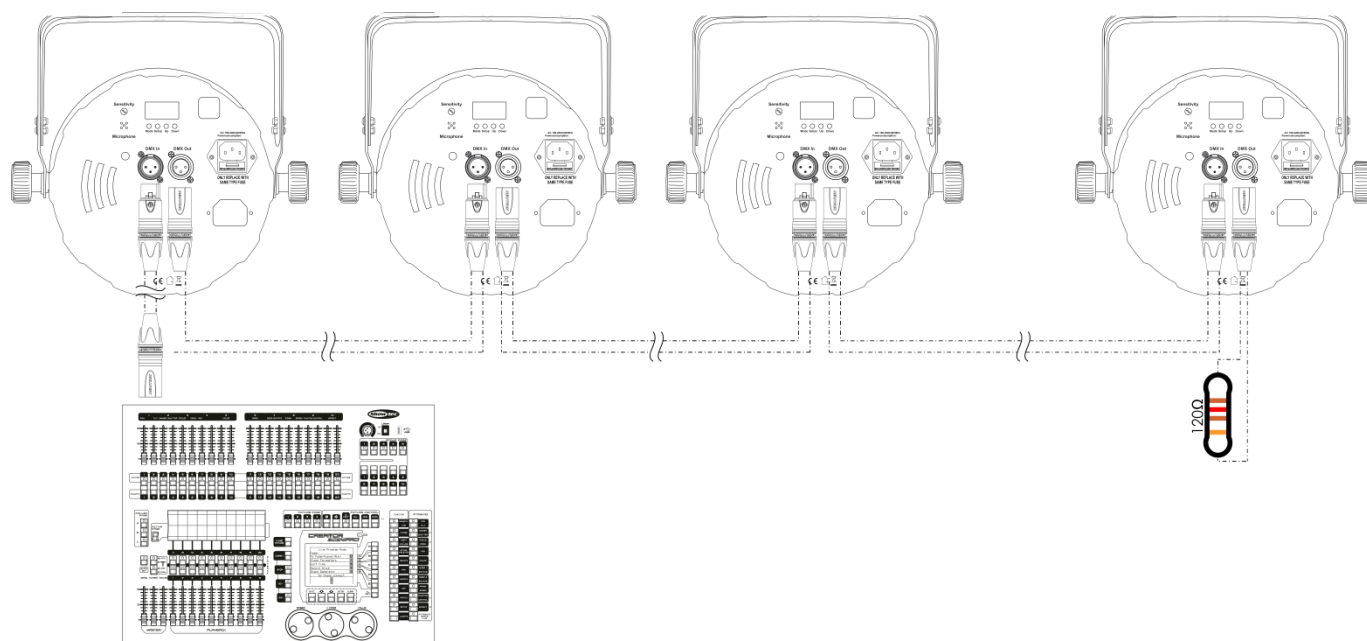

Fig. 03
- 04) Collegare le unità come illustrato nella fig. 03. Collegare la presa "uscita" DMX della prima unità alla presa "ingresso" della seconda unità, utilizzando un cavo per segnali DMX. Ripetere questo procedimento per collegare la seconda, la terza e la quarta unità.